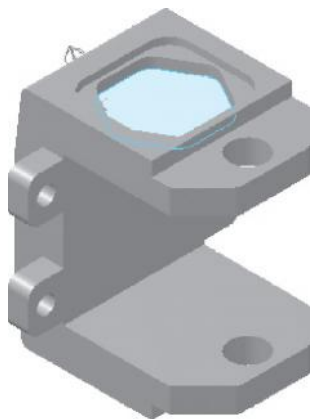

图 11-51 选择正六边形表面作为加工边界
1) 选择【刀路】/【标准挖槽】命令，系统弹出【线框串连】对话框，以【实体】的形式，选择如图 11-51 所示正六边形表面，单击【确定】按钮 。